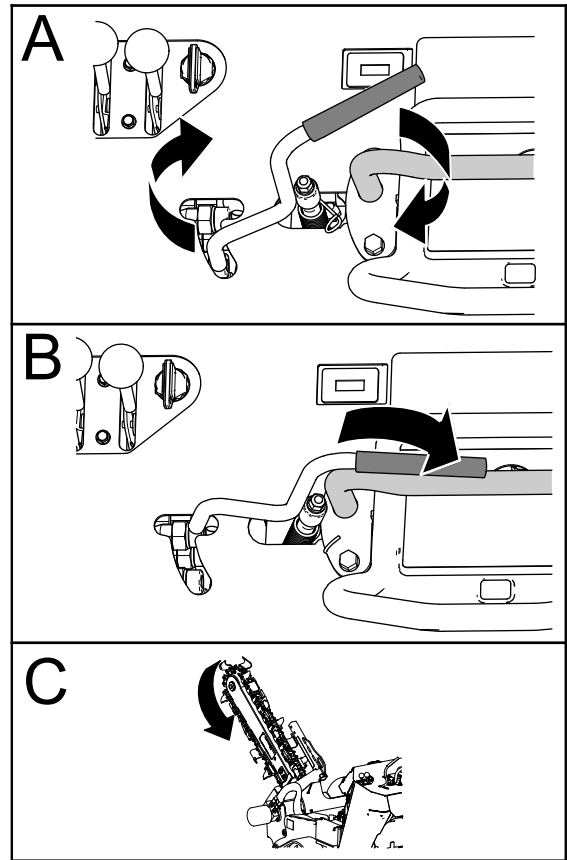

Figure 6
2. Contrôlez la rotation de la chaîne d'excavation (Figure 6).